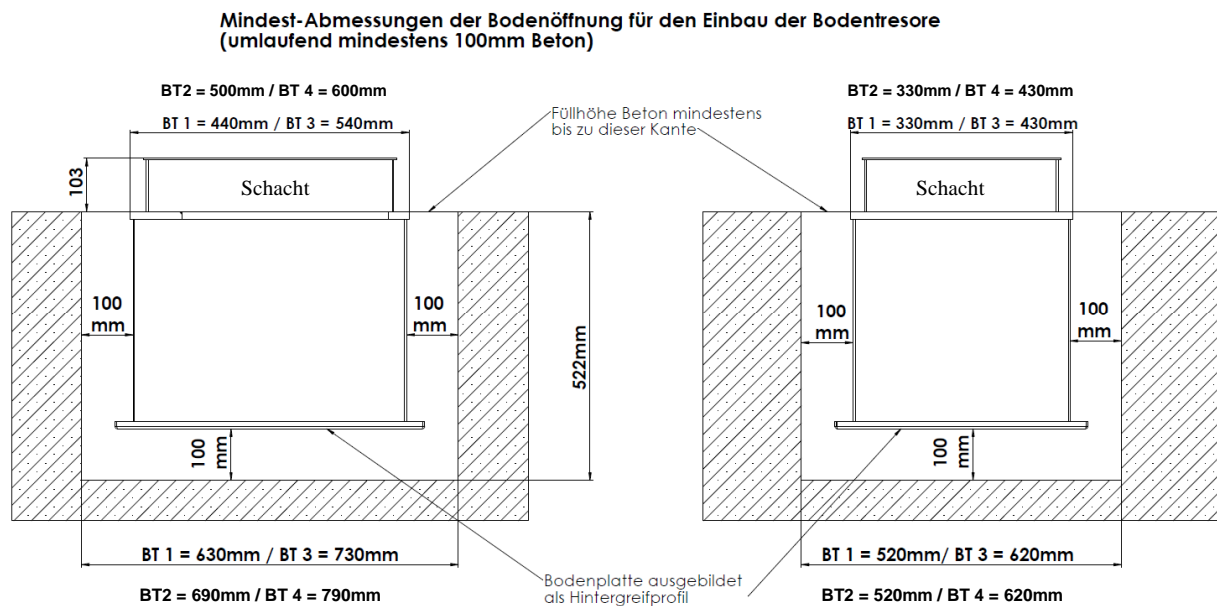

Bild 1: Bodenöffnung für Einbau Bodentresore
- Da der Bodentresor allseitig von einer mindestens 100mm dicken Betonschicht umgeben sein soll, muss die Aussparung im Boden rundum mindestens 100mm größer sein, als die Außenmaße des Tresors (siehe hierzu Bild 1).